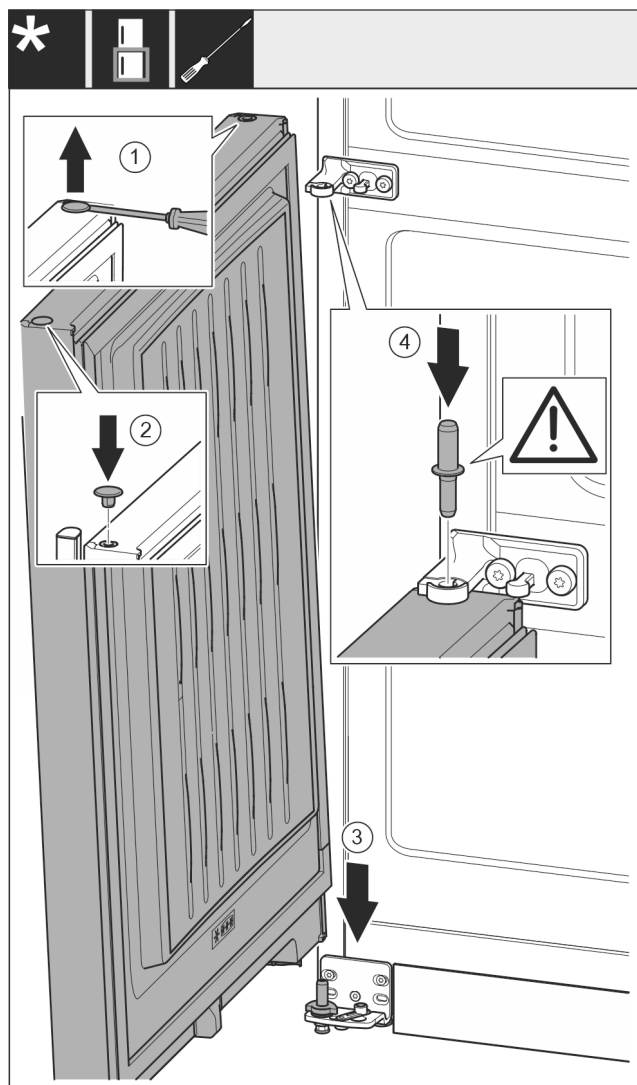

Fig. 51
- Sollevare il tappo Fig. 51 (1) con cautela con un cacciavite a intaglio ed estrarlo.
- Reinserire il tappo Fig. 51 (2) sull'altro lato della porta.
- Inserire la porta Fig. 51 (3) dall'alto sul perno di supporto inferiore.
- Inserire il perno di supporto centrale Fig. 51 (4) attraverso il blocco di supporto centrale nella porta inferiore. Facendo ciò assicurarsi che la camma di arresto sia rivolta all'indietro.